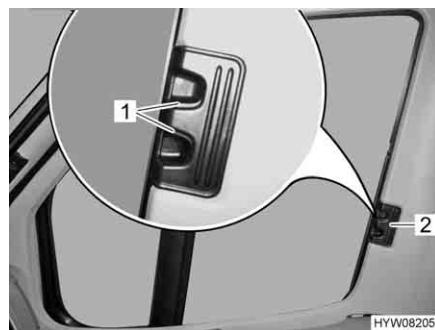

Bild 17 Faltverdunklung für Fahrer-/Beifahrerfenster
- Entriegelungsgriffe (Bild 17,1) zusammendrücken und gedrückt halten.
- Die Faltverdunklungen für das Fahrerfenster und das Beifahrerfenster am Griff (Bild 17,2) zur anderen Fensterseite ziehen und an den Magnetstreifen aneinanderfügen.
- Die Faltverdunklungen für das Fahrerfenster und das Beifahrerfenster am Griff (Bild 17,2) bis zum Anschlag einschieben.
- Entriegelungsgriffe (Bild 17,1) loslassen und einrasten lassen.